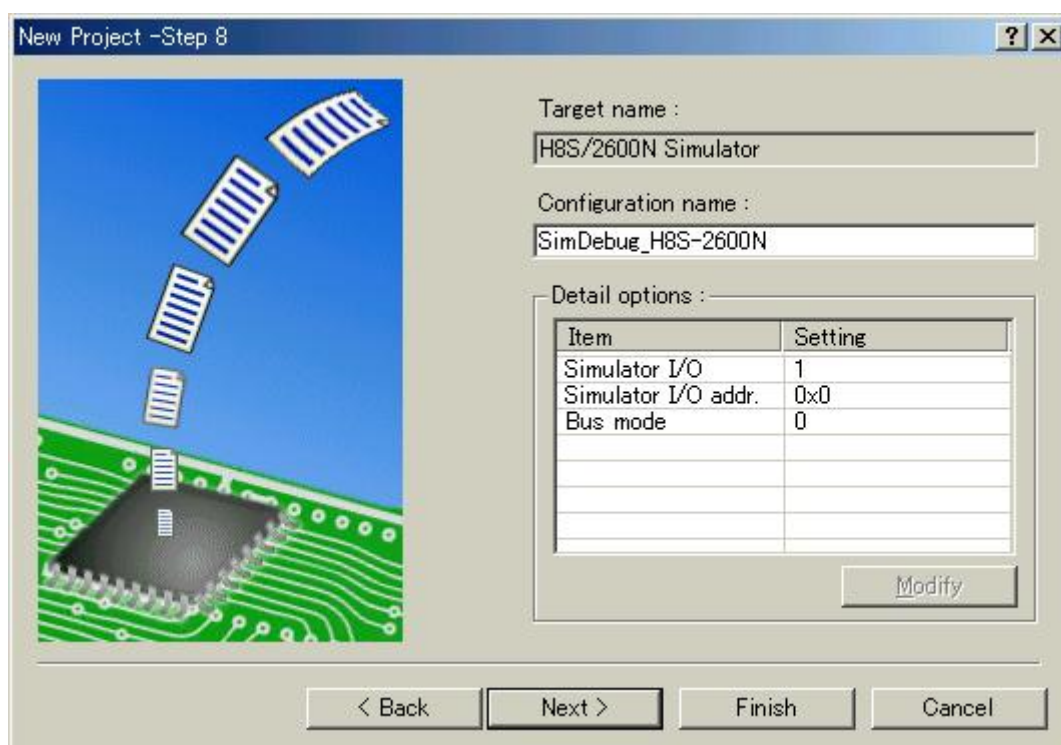

図 2.9 デバッガオプション設定画面 ( Step8 )
Step7画面で[ Next > ]をクリックすると、図 2.9に示す画面を表示します。この画面で、選択したデバッガターゲットのオプションを設定します。